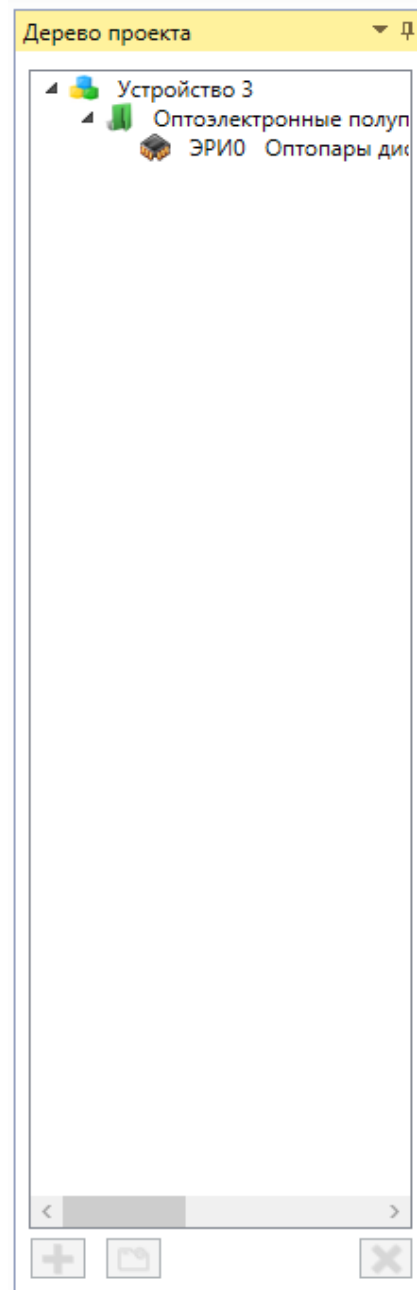

Рисунок 3.4. Окно, отображающее структуру Изделия
- Панель «Дерево проекта» (см. рисунок 3.4) в которой отображается структура Изделия в виде дерева.